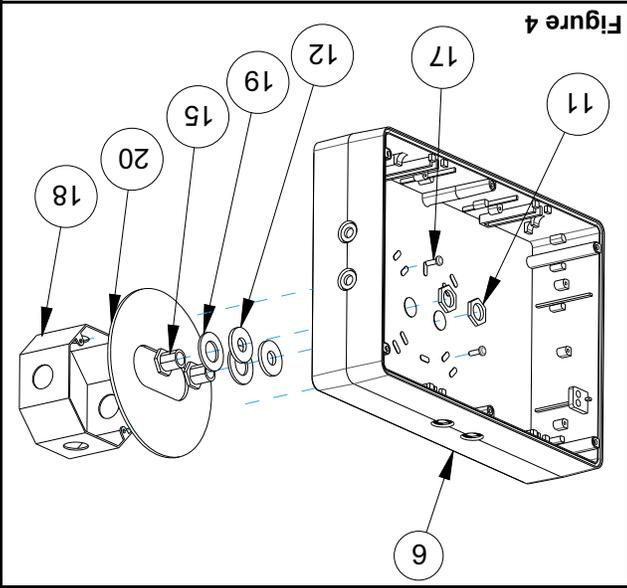

Figure 4
- Retirer la plaque arrière de l'emballage. Choisir les trous défonçables appropriés au montage à une boîte de jonction (voir Figure 4).
- Assembler les pièces 11, 12, 15, 17 et 19 à la plaque arrière, tel qu'illustré à la Figure 4, puis installer la plaque arrière au cadre à l'aide des 4 vis invisibles (utiliser l'embout de tournevis fourni).
10. Vis inoxydables de la plaque arrière OU vis à tête plate pour l'industrie alimentaire (6)
13. Vis de retenue du pavillon (ment (6))
15. Raccord fileté (2)
19. Rondelle de nylon (2 pour le montage mural) Voir figure 4